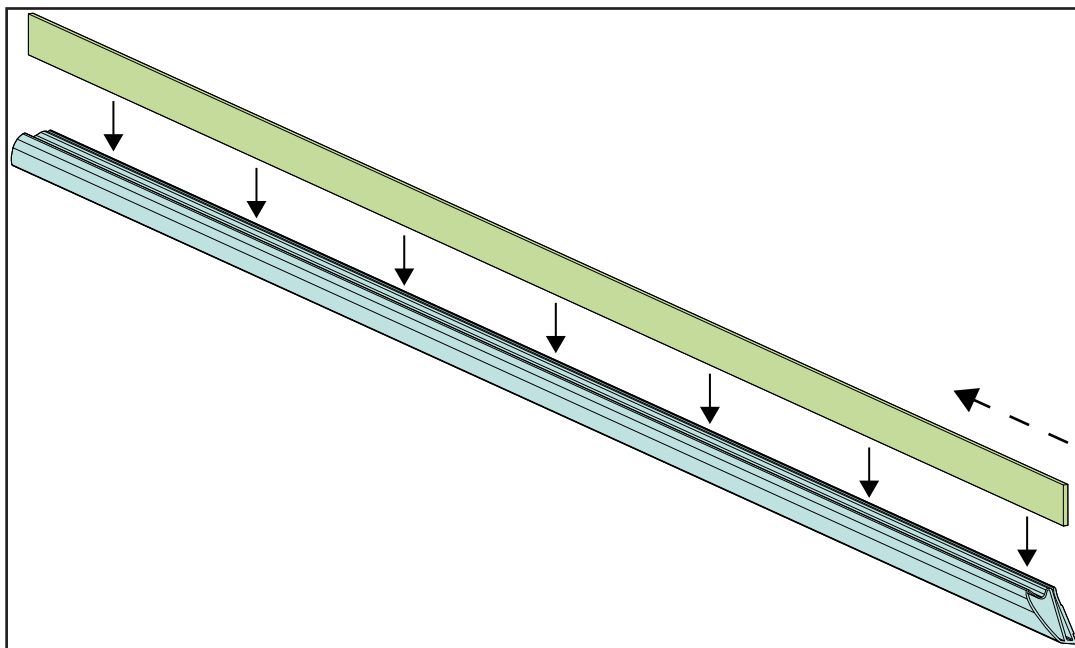

Fig. 16
2. *Enfoncer le ruban d'espacement supérieur/inférieur dans les joints d'étanchéité profilés (fig. 16+17).*